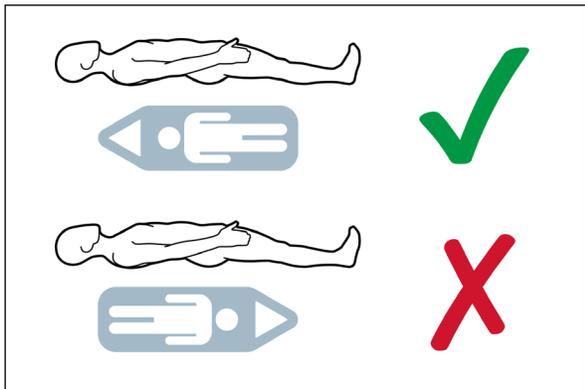
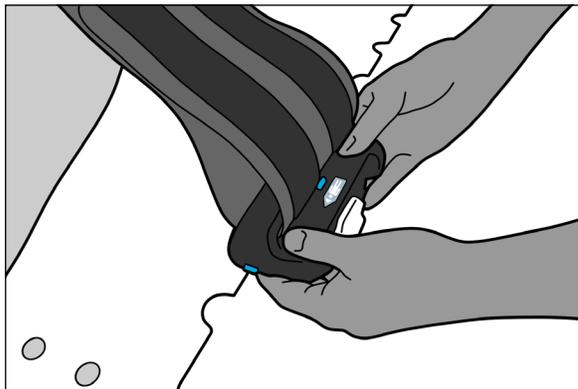
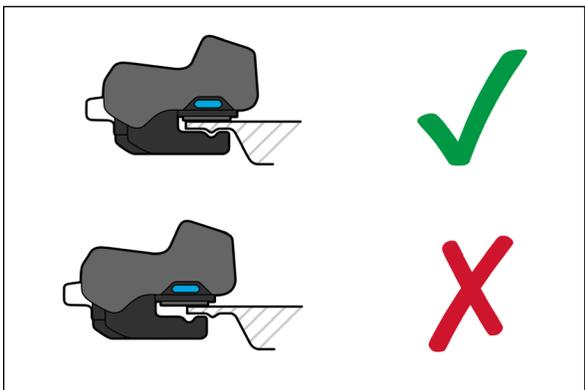

図5
図6
図7
4. Zifixクランプレバーがロック解除位置にあることを確認します。また、ラベルの方向と患者の上下方向を一致させて、Zifixクランプレバーが正しい向きであることを確認して(図5)。次に、クランプが完全に固定されるまで、クランプをデバイスの端にしっかりとスライドさせます(図6、図7)。